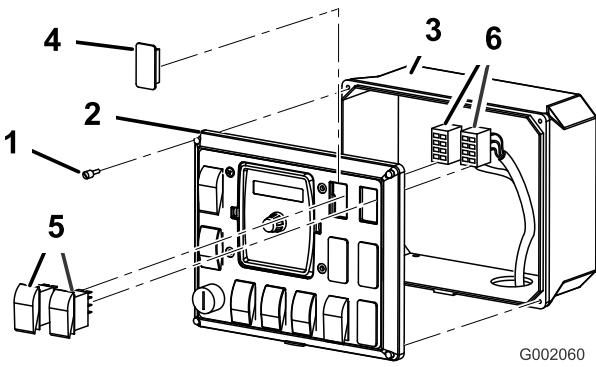

Figura 28
1. Allentate le 4 viti che fissano il pannello anteriore alla scatola di comando (Figura 28).
2. Rimuovete il pannello anteriore per accedere all'interno della scatola di comando (Figura 28).
3. Sollevate e rimuovete i 2 tappi dal pannello di comando per irrigazione del veicolo e montate al loro posto i 2 interruttori a bilanciere forniti (Figura 28).